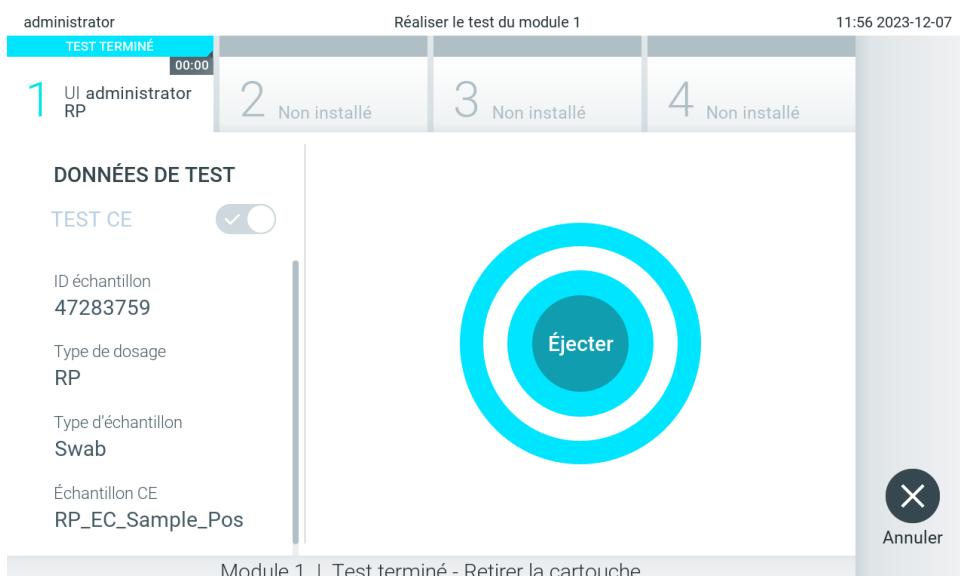

Figure 99. Affichage de l'écran Eject (Éjection).
11. Une fois l'analyse terminée, l'écran Eject (Éjection) apparaît (figure 99). Appuyez sur Eject (Éjecter) sur l'écran tactile pour retirer la cartouche de dosage QIAstat-Dx, puis éliminez-la en tant que déchet biologique dangereux conformément à l'ensemble des réglementations et législations nationales, régionales et locales en matière de santé et sécurité.